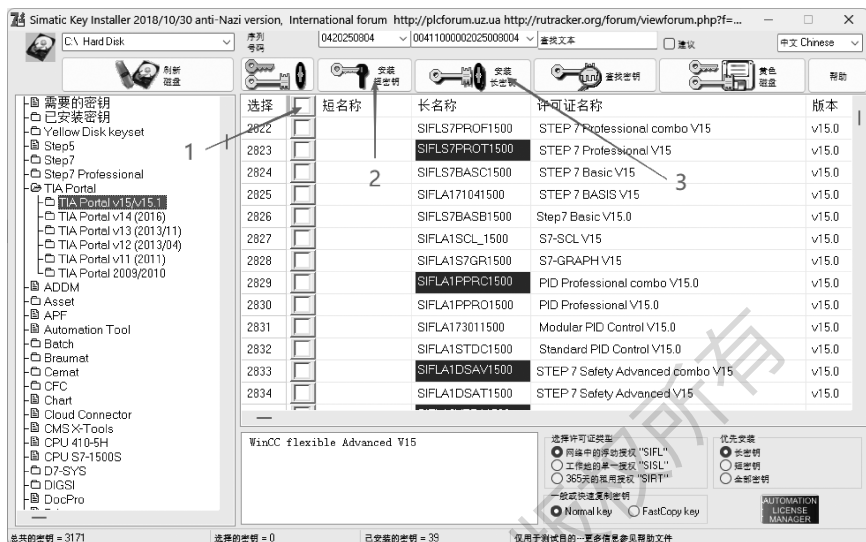

图 1-8 破解步骤
(4) 如图 1-8 所示, 首先将右侧所有文件全选, 第二步单击安装短密钥安装, 第三步单击安装长密钥安装, 破解完成。